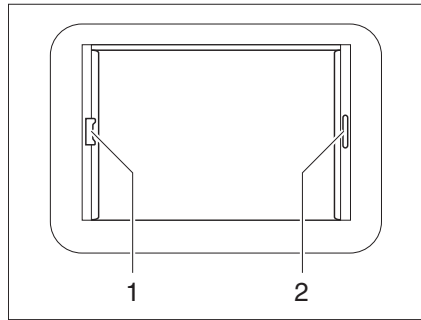

Fig. 52 Claraboya Heki, bloqueo de la persiana
**Cerrar:** ■ Tirar del asidero (Fig. 52,2) del estor plegable y soltarlo en la posición deseada. El estor plegable se queda fijo en esta posición.
**Cerrar:** ■ Tirar del asidero (Fig. 52,1) de la mosquitera enrollable hacia el asidero opuesto del estor plegable (Fig. 52,2) y hacerlos engatillar.
**Abrir:** ■ Presionar el tirador de la mosquitera enrollable por la parte de atrás hacia arriba y desengancharla del estor plegable (Fig. 52,2).